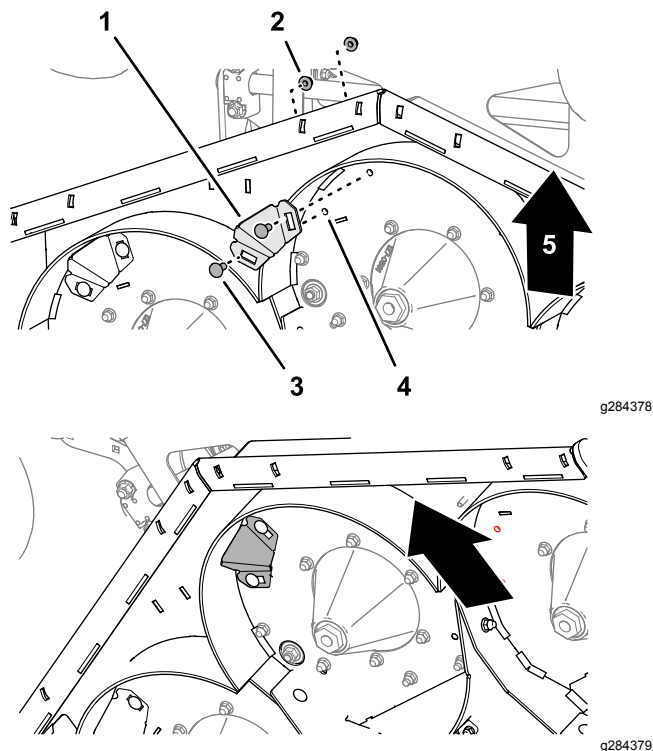

Figura 26
3. Nel centro del piatto di taglio, allineate le scanalature del raccordo dell'inserto con i 2 fori da 10 mm che avete praticato nel piatto di taglio (Figura 26).
4. Montate il raccordo dell'inserto sul piatto di taglio (Figura 26) con 2 bulloni a testa tonda ($\frac{3}{8}$ " x 1") e 2 dadi di bloccaggio flangiati ($\frac{3}{8}$ ").